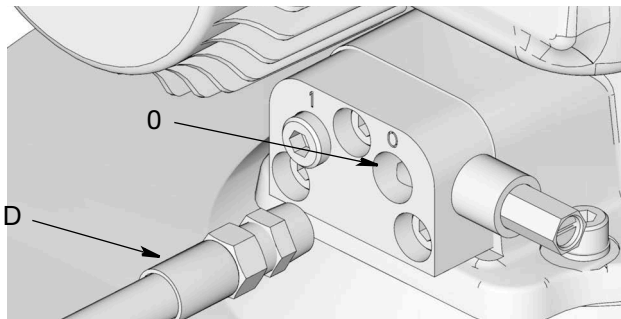

図 11: 潤滑剤出力接続
- タイマーコントローラー (F) (使用する場合、ユーザーが用意) を接続します。
- 高圧潤滑剤供給ライン (D) をバントバルブまたはマニフールドの上にある潤滑剤出力接続部 (0) (図 11) に接続します。
**注:** 高圧潤滑剤供給ライン (D) は、**プライミング** 中 (ページ 15) に潤滑剤出力接続部 (0) から取り外します。